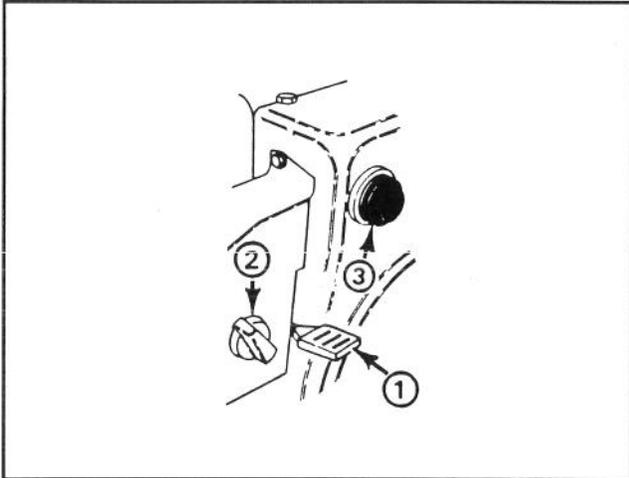

Abbildung 13
**Drossel** (Abb. 13) – Ein Vorschieben der Drossel erhöht die Motordrehzahl.
**Choke** (Abb. 13) – Beim Starten eines kalten Motors Choke auf die Stellung EIN drehen. Während der Motor warm läuft, Choke allmählich auf Stellung OFF (aus) drehen.
**Tupfer** (Abb. 13) – Als Kaltstarthilfe den Tupfer drücken, damit eine kleine Menge Benzin in den Motor eingespritzt wird.
4. Choke in Stellung EIN bringen (Abb. 13).
8. Nachdem der Motor angesprungen ist, den Choke (Abb. 13) sofort in 3/4-Stellung bringen. Bei zunehmender Erwärmung des Motors den Choke zunächst auf 1/2, dann auf AUS stellen. Stottert der Motor, den Choke wieder auf 1/2 und nach genügender Erwärmung wieder auf AUS stellen.